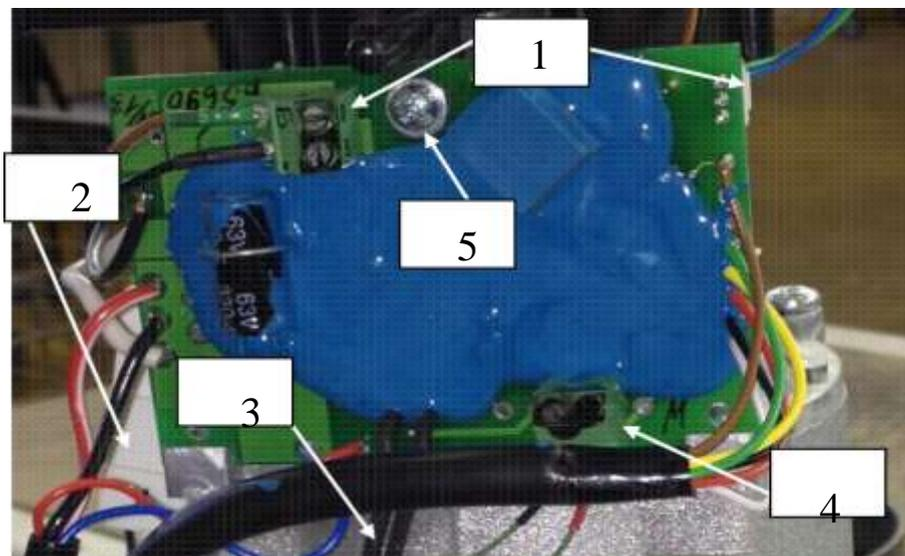

Abb. 9 – Die Steuereinheit
- die Leiterkontakte des Flammenanzeigers vom Steckverbinder der Steuereinheit trennen (Position 4, Abb. 9);
- trennen Sie die Leiterkontakte und Steckverbinder des Elektromotors von den Steckverbindern der Steuereinheit (Position 1, Abb. 9);
- lösen Sie die Befestigungsschraube der Steuereinheit (Position 5, Abb. 9), entnehmen Sie die Steuereinheit;
- lösen Sie die Steckverbinder der Glühkerze (Position 2, Abb. 9);
- trennen Sie die Kontakte des Flammenanzeigers von der Steuereinheit (Pos. 4, Abb. 9);
- trennen Sie die Leiterkontakte der Steuereinheit von den Steckverbindern des Überhitzungsmelders (Position 3, Abb. 9);
- lösen Sie die Befestigungsschraube der Steuereinheit (Position 5, Abb. 9);